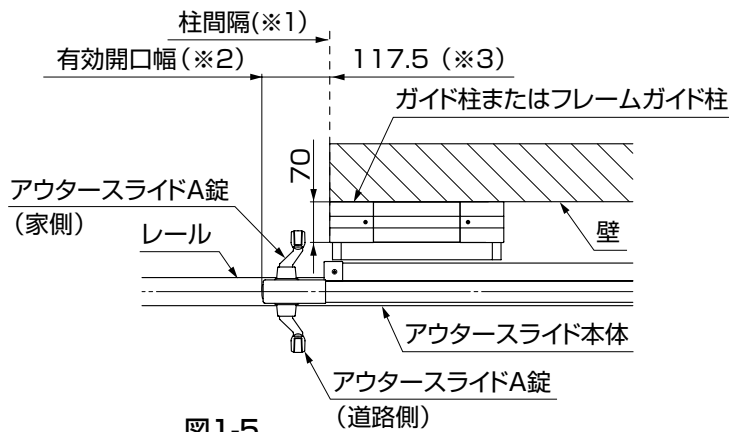

図1-5
- アウタースライドA錠を使用する場合は、壁の位置を有効開口幅から117.5広げて施工してください。家側の把手が操作しづらくなったり、操作中に手を挟んで思わぬケガにつながる可能性があります。(※3) (図1-5参照)